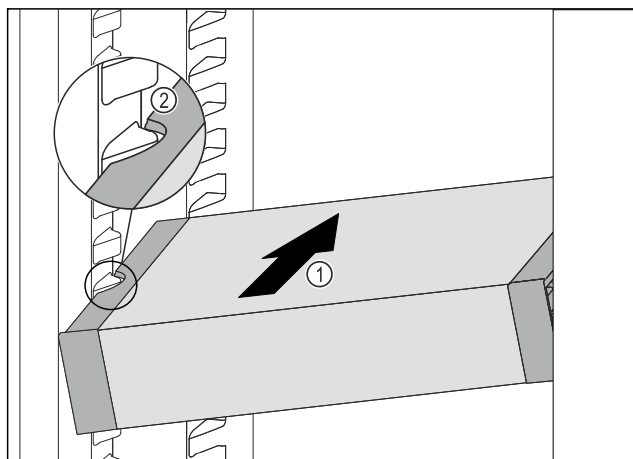

Fig. 123
- ▶ Zasuňte VarioSafe do chladničky pod úhlem tak Fig. 123 (1), aby vybrání na bocích Fig. 123 (2) VarioSafe byla na úrovni žebrování na nádoby v chladniče.